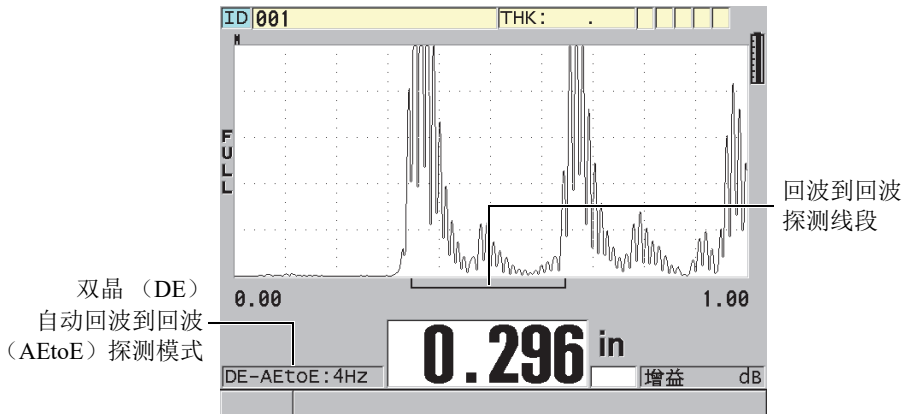

图 5-13 在自动回波到回波探测模式下进行测量
**DE-AEtoE**（双晶自动回波到回波）指示器出现在厚度读数的左侧。三角形指示器换作一条回波到回波探测线段，明确标出用于测量厚度的两个底面回波（参见第 89 页的图 5-13）。回波高度被自动调整到预置水平。